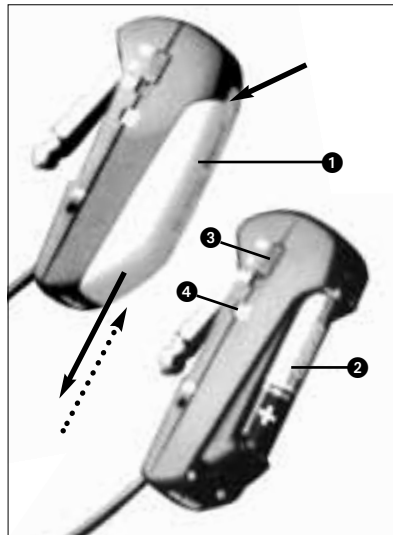

Abb. 2: Batterie einlegen
3.1 Batterie einlegen/aus-tauschen und testen (Abb. 2)
4. Legen Sie die mitgelieferte bzw. neue Batterie (2) wie in Abb. 2 gezeigt in das Batteriefach ein.